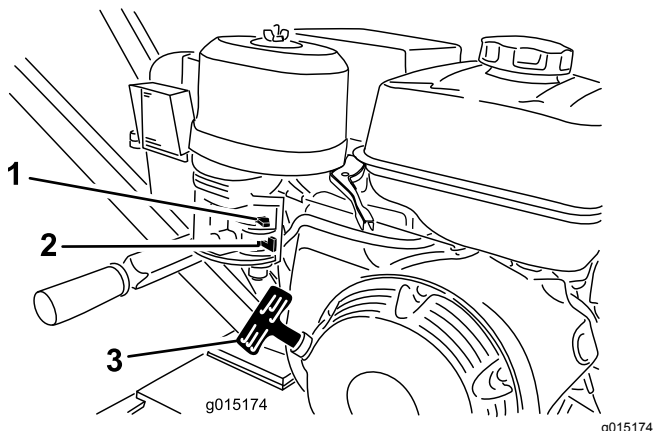

Figura 9
1. Mueva la válvula de combustible a la posición de ABIERTO, totalmente hacia la derecha (Figura 9).
2. Mueva la palanca del estarter a la posición de ACTIVADO (Figura 9).
5. Tire suavemente del arrancador de retroceso hasta que note resistencia, luego tire con fuerza (Figura 9). Deje que el arrancador de retroceso vuelva lentamente a su posición inicial.